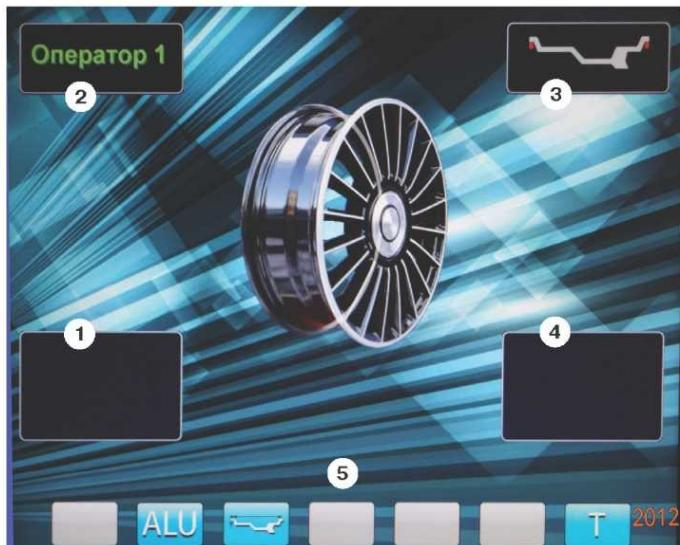

рис.8.2.
8.3. После включения питания СБ на экране монитора отображается фирменная заставка, которая через несколько секунд сменяется отображением экрана основного рабочего режима (рис. 8.2).
Для выбора схем расположения грузов в программах ALU1-ALU5 необходимо, находясь в режиме основного рабочего экрана, нажать кнопку «ALU», при этом открывается окно схем установки грузов, отмеченных номерами рис11.3. Если после введения размеров колеса установленся экран ввода геометрических параметров, необходимо перейти в экран основного рабочего режима нажатием кнопки «STOP». Для выбора нужной схемы нажмите кнопку верхнего ряда клавиатуры с соответствующим номером. Выбранная схема установки грузов отображается в окне 3 экрана основного рабочего режима (рис. 8.2).
12.2. При включении СБ программа измерения дисбаланса настраивается таким образом, что дисбаланс менее 8 г (заводская установка) на любой плоскости коррекции не показывается, в этом случае в окнах 1 и 4 (рис. 8.2) высвечиваются «ОК». Минимальный дисбаланс отображающийся в окнах 1 и 4 равен 8 г. Дисбаланс, превышающий 8г, округляется до величины кратной 5, т. е. дисбаланс 9, 10, 11 и 12 г отображается цифрой 10, дисбаланс 13, 14, 15, 16 и 17 г - цифрой 15 и т. д. Для просмотра неокругленного значения дисбаланса или дисбаланса менее 8г. необходимо нажать кнопку «<>», при этом в окнах 1 и 4 на 2-3 сек высвечиваются фактические значения дисбаланса, определенные в данном запуске.
12.3.3. Для проверки результатов балансировки снова запустите СБ. Если колесо отбалансировано правильно, на индикаторах 1 и 4 (рис. 8.2.) отображаются символы «OK».